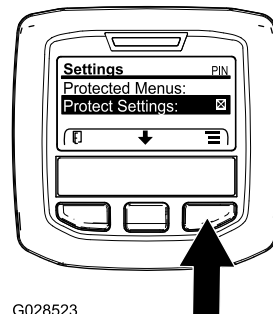

Рисунок 38
1. Перейдите в защищенное меню и разблокируйте подменю защищенных настроек (Рисунок 38); см. раздел Доступ к защищенным меню \(страница 23\).